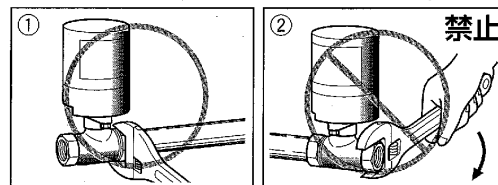

図 25
- バルブの配管取付けは、図 25-①のとおり、配管側のスパナ掛けを使用してください。反対側のスパナ掛けを使用し締め付けると、バルブ本体に荷重が掛かり、バルブを破損させるおそれがあります。(図 25-②)